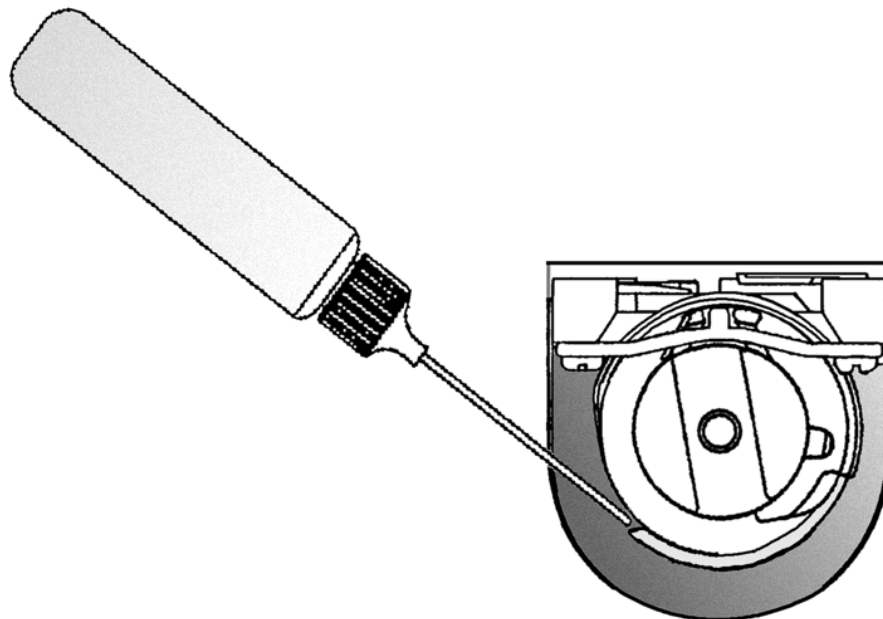

Figura 5-1
4. Lubrifiquen Vds. el gancho giratorio como mostrado en la Figura 5.1. Repitan el procedimiento para cada cabeza.